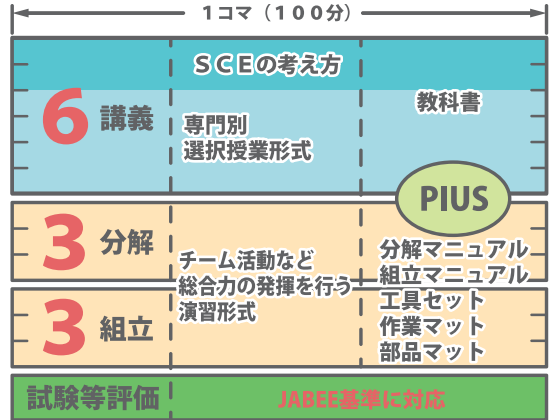

図1 6コマ+3コマ+3コマの授業構成
- 6・3・3のコマ数の授業は、図1の実施を想定しています。最初の講義で、「安全Safety」「快適Comfort」「地球環境Environment」(以下略SCE)の設計の考え方を紹介します。そして自動車開発の歴史を通じて、SCEによる設計事例を学びます。さらにPIUSの設計面での最新技術のSCEの考え方を学びます。